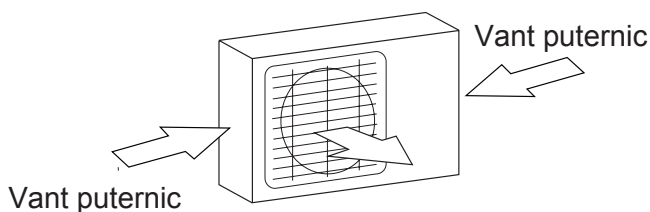

Fig. 5.1
- ☑ Dacă locația este expusă la vânt puternic (în apropierea mării), unitatea va fi montată în apropierea unui perete, pentru a fi protejată. Dacă este posibil asigurați un acoperis (fig. 5.1&5.2).